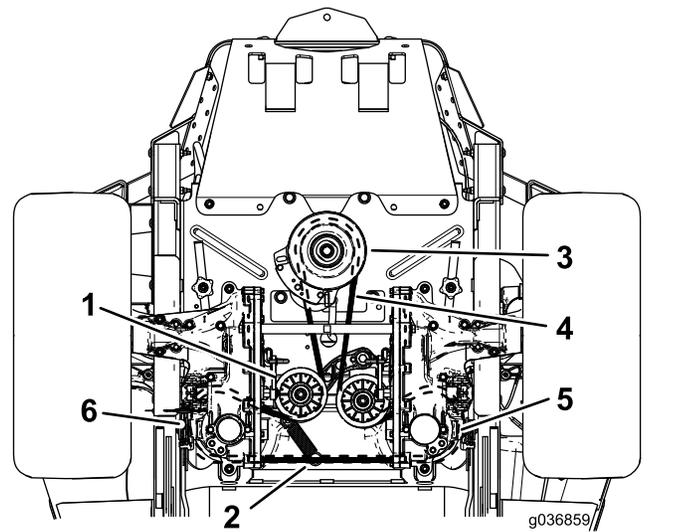

Figura 67
4. Sollevate la macchina e sostenetela su cavalletti (Figura 67).
6. Staccate la molla di tensione dal perno di ancoraggio (Figura 67).
8. Installate la nuova cinghia attorno alla puleggia del motore e alle 2 pulegge della pompa idraulica (Figura 67).